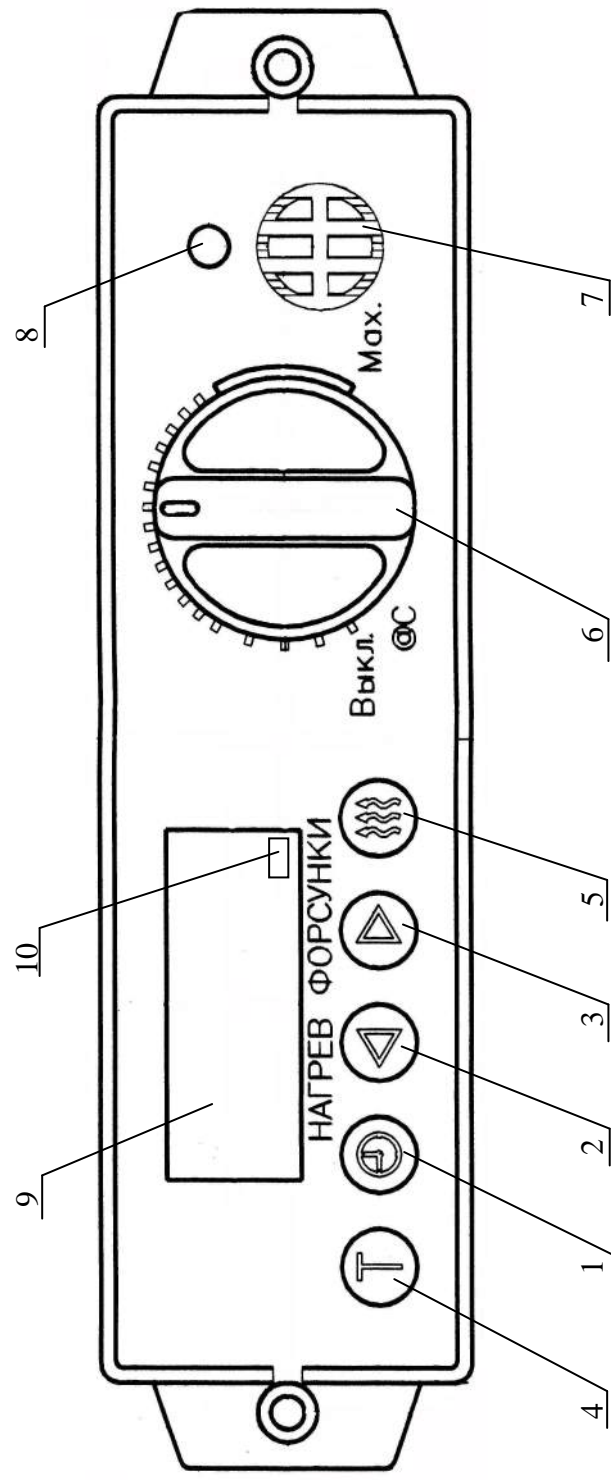

Рисунок 8-таймер-часы с терморегулятором:
4.3.2 Принцип работы таймер – часов с терморегулятором 6742.3761, 6752.3761 в составе подогревателей 15.8106-05 и 151.8106-05 рисунок 8.